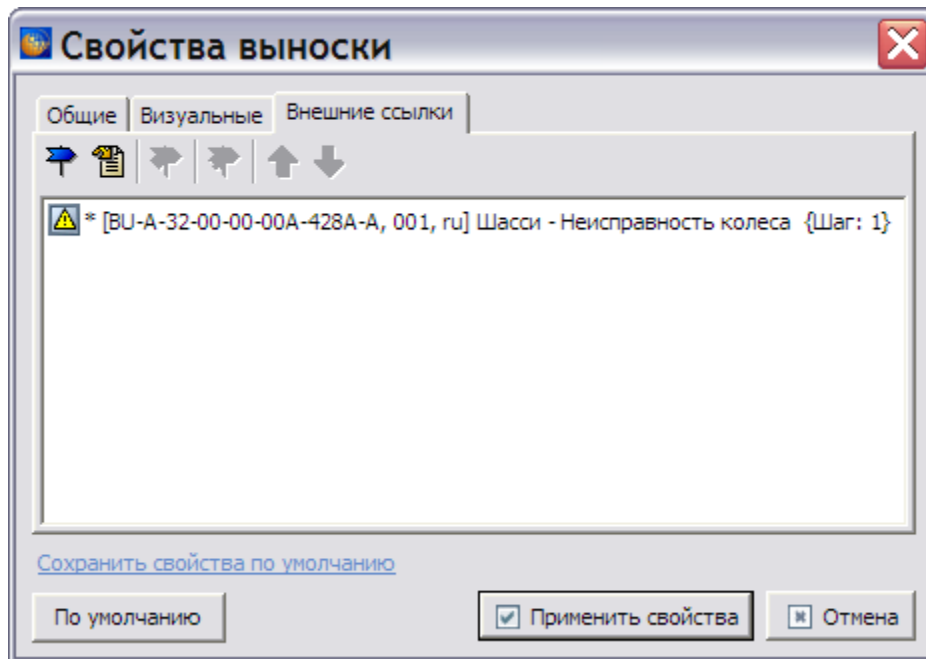

Рис. 5.156
8. Нажмите на кнопку **Установить ссылку**. После этого произойдет возврат в окно **Свойства выноски** (Рис. 5.156).
Информацию в полях диалогового окна можно изменить. Параметры секции **Шаблон ссылки** описаны в подразделе «Шаблон ссылки» раздела 5.3.7. Нажатие на кнопку **Отмена** закрывает окно без сохранения изменений. Нажатие на кнопку **Изменить ссылку** сохранит внесенные изменения. После этого произойдет возврат в окно **Свойства выноски** (Рис. 5.156).